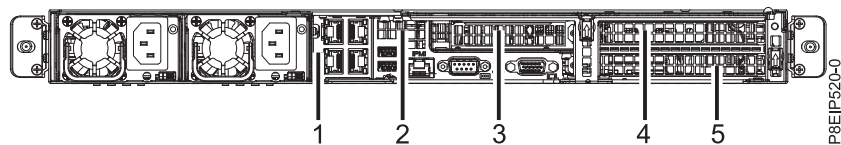

図 32. 8001-12C PCIe アダプターの位置
2. アダプターは、他のアダプターと PCIe ライザー・カードを共有できます。アダプターから外に延びているすべてのケーブルおよびプラグにラベルを付けて、取り外します。 図 32 を参照してください。